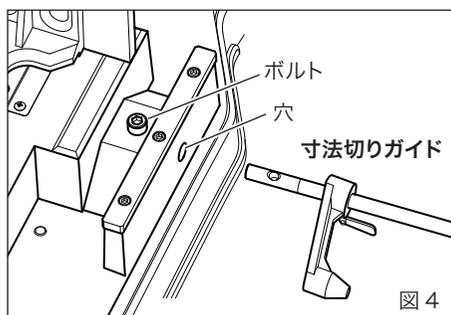

図4
寸法切りガイド(図4)を装着することで切断長さを一定にすることができます。切断できる長さは55~300mmです。
- ①ベースに取り付けられているボルトを付属の六角棒スパナ8mmで外してください。(図4、5)
- ②寸法切りガイドの軸をベースの穴に挿入してください。
- ③軸の穴に入るようにボルトをねじ込んでください。